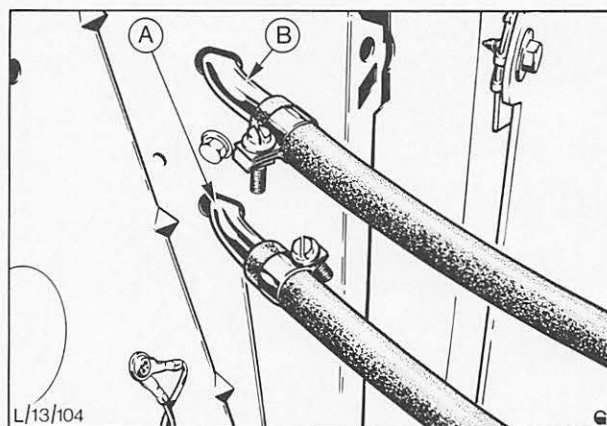

Abb. 67 A = Zum Zahnstangengehäuse
3. Schlauchklemmen der Verbindungsschläuche Lenkhilfe – Ölkühler lösen, Abb. 67, und Schläuche von Ölkühler abziehen. Durch Hochheben der Schläuche Ölverlust so gering wie möglich halten.